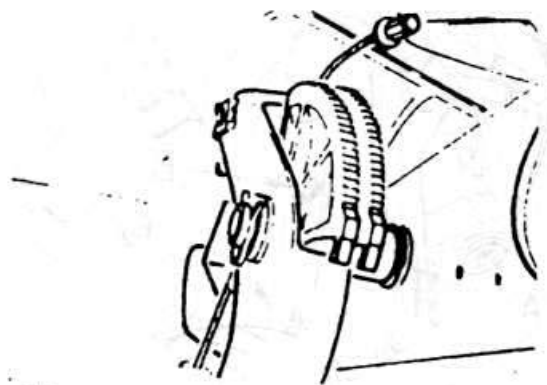

Рис. 3.3
- ◆ Вставьте новый трос в зазор между педалью и автоматической регулировкой зазора сцепления. Зубчатый сегмент поверните в обратном направлении (назад) и зацепите трос (рис. 3.3).